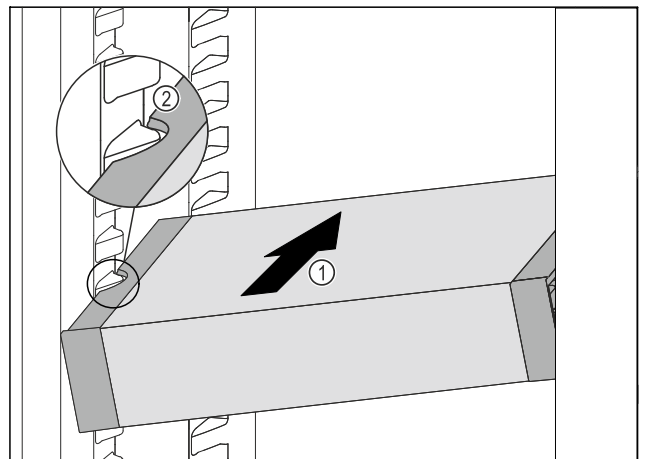

Fig. 123
- ▶ Вставити висувний ящик VarioSafe під кутом в охолоджувальне відділення Fig. 123 (1), доки бокові поглиблення Fig. 123 (2) VarioSafe не будуть розташовуватися на рівні ребра для ємності в охолоджувальному відділенні.